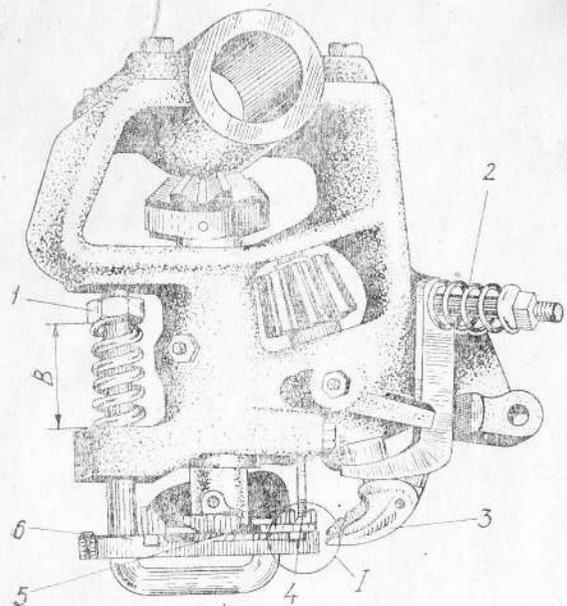

Рис. 41. Секция:
**Секции с крючками-узловязателями** (рис. 41) являются основными узлами вязального аппарата. В них смонтированы вязальные крючки 3 и механизмы зажима шпагата.
к ролику 3 выемкой В, снимая действующие плоской пружиной на зажимные диски. В это время начинает вращаться вязальный крючок 3 (рис. 41), снимая с пальца 1 (рис. 42) ранее уложенный и вновь поданный иглой шпагат и наматывая его на себя. Затем игла подает шпагат в зажим 5 (рис. 41), который зажимает поданный шпагат и отпускает ранее зажатый. Вязальный крючок, заканчивая оборот, раскрывает челюсть и захватывает концы шпагата, идущие к зажиму. Зажим отпускает ранее зажатый конец и отрезает конец шпагата, поданный иглой и идущий к вязальному крючку. Игла отходит назад, укладывая в зажим шпагат для следующего тюка, а ролик 3 (рис. 43), выходя из выемки В кулачка, 6, воздействует через рычаг на плоскую пружину, которая дополнительно сжимает зажимные диски. При дальнейшем повороте центрального вала кулачок, действуя на ролик рычага, подводит упор под собачку муфты включения. Ролики собачек выходят из зацепления с корпусом муфты включения, и вязальный аппарат отключается. Узел снимается с крючка при продвижении тюка в прессовальной камере.
При сильном сжатии пружины 2 (рис. 41) узел плохо сходит с вязального крючка (длинные петли в крючке, возможен обрыв петли). При слабом сжатии пружины петли в узле получаются короткими (узел рыхлый, может развязаться при выходе тюка из прессовальной камеры).
При повороте зажимной диск не должен касаться ножа. Для установки размера  $A$  (рис. 41) нож имеет крепежное овальное отверстие.